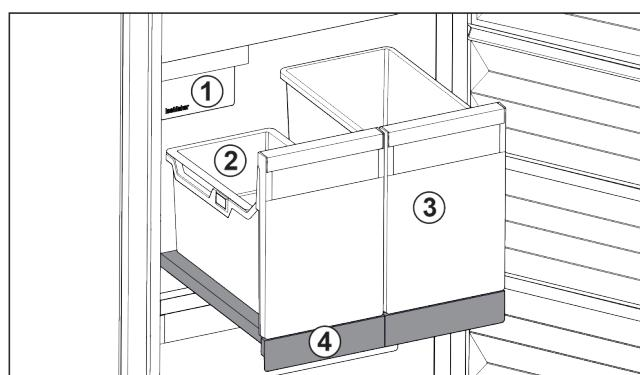

Fig. 32 Изтегляща се дъска с IceTower
Върху изтеглящата се дъска има два високи съда (IceTower). В съда Fig. 32 (2) се събират и съхраняват ледени кубчета от IceMaker. Съдът Fig. 32 (3) е подходящ за съхранение на високи хранителни продукти като пици или алкохолни напитки.